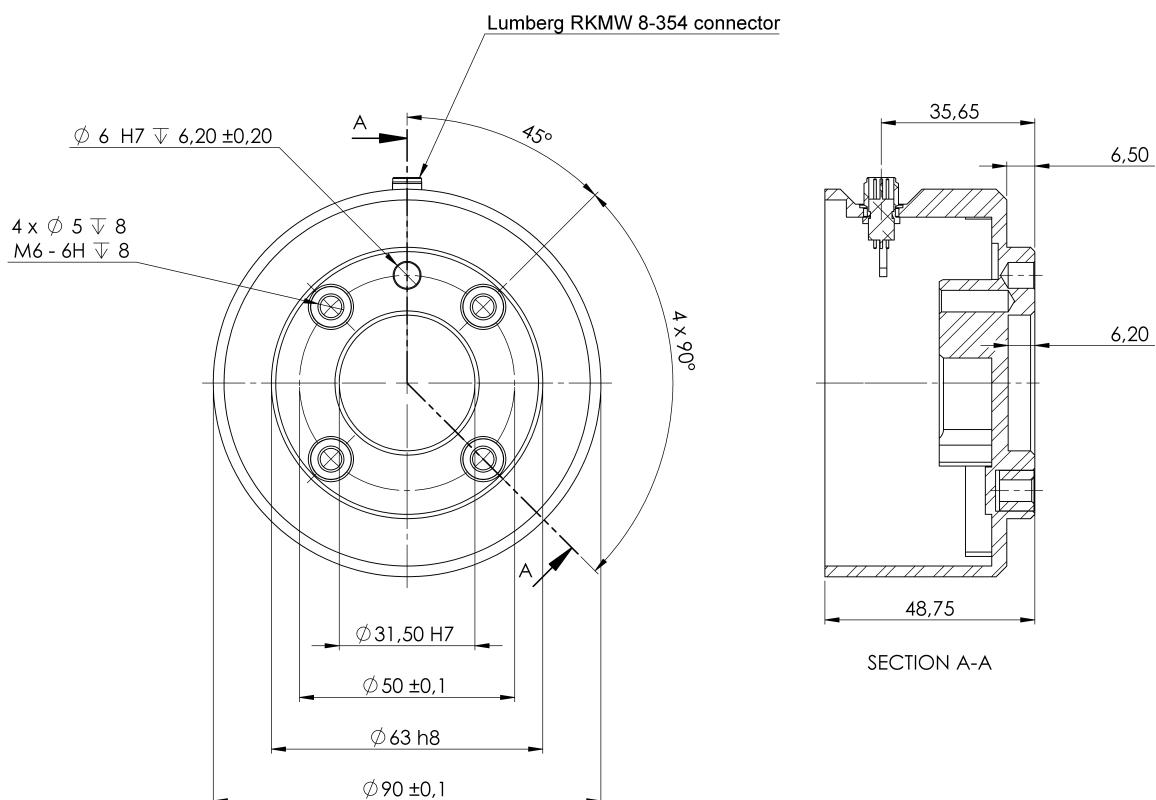

Figura 4.2: O flange de saída da ferramenta (ISO 9409-1-50-4-M6) é onde a ferramenta é montada na ponta do robô. Todas as medidas estão em mm.
**Ferramenta** O flange da ferramenta do robô tem quatro furos M6 rosqueados para conectar uma ferramenta determinada ao robô. Os parafusos M6 devem ser apertados com 8 N m, classe de resistência 8,8. Para reposicionar a ferramenta com precisão, use um pino no Øburaco 6 fornecido. A figura 4.2 mostra as dimensões e padrão de orifícios do flange da ferramenta. Recomenda-se a utilização de um orifício ranhurado radialmente para o pino para evitar o excesso de restrição, enquanto mantém-se a posição exata.